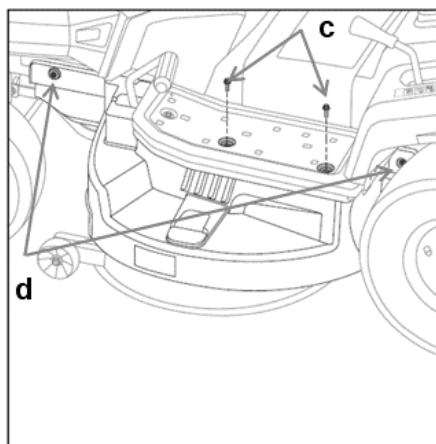

Fig.24B
5. Retire dos tornillos (c) de la superficie debajo del pedal y desatornille dos pernos (d) en la protección utilizada para evitar el contacto con los medios de corte. (Fig.24B)